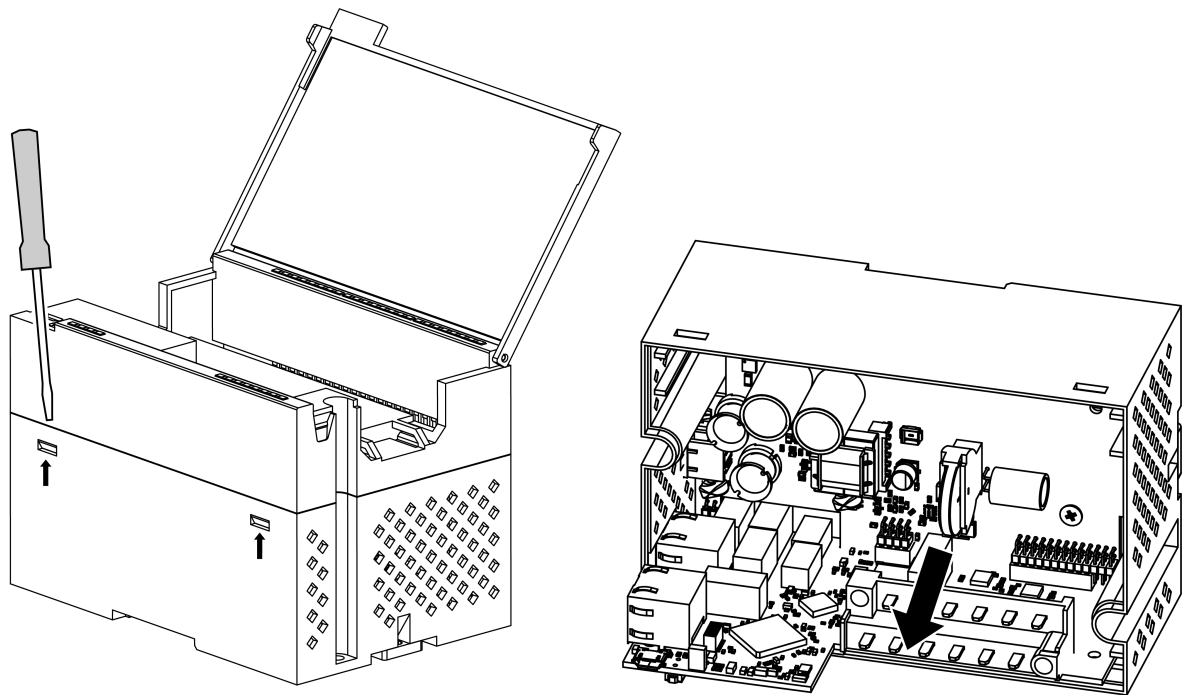

Abb. C.1 Batteriewechsel
4. Entfernen Sie den vorderen Teil des Gehäuses, indem Sie die vier seitlichen Verriegelungen einzeln mit einem flachen Schraubendreher öffnen (Abb. C.1).